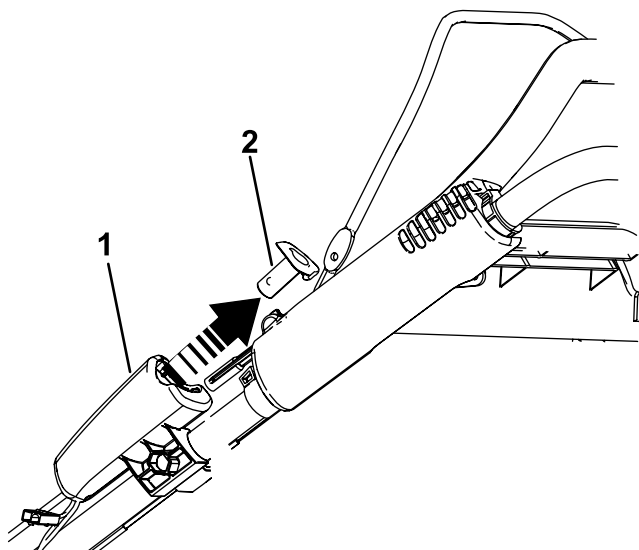

Bild 21
1. Entfernen Sie den Taster für Elektrostart (Bild 21).